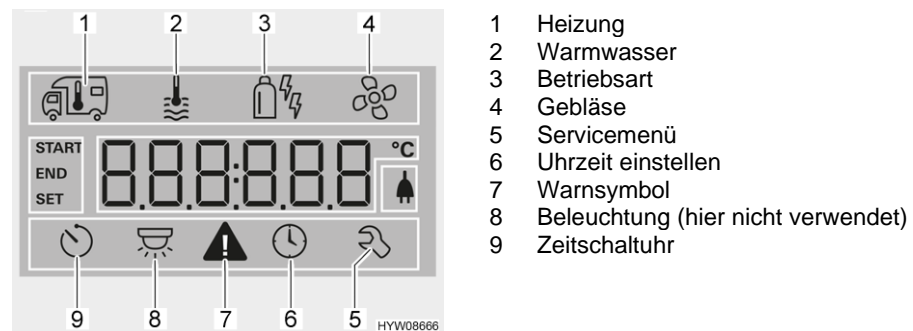

Bild 119 Display (Bedienteil)
- Dreh-/Drückknopf (Bild 118,6) drehen, bis Menüsymbol Heizung (Bild 119,1) blinkt.
- Dreh-/Drückknopf (Bild 118,6) drehen, bis Menüsymbol Warmwasser (Bild 119,2) blinkt.
- Dreh-/Drückknopf (Bild 118,6) drehen, bis Menüsymbol Betriebsart (Bild 119,3) blinkt.
- Dreh-/Drückknopf (Bild 118,6) drehen, bis Menüsymbol Gebläse (Bild 119,4) blinkt.
- Dreh-/Drückknopf (Bild 118,6) drehen, bis Menüsymbol Zeitschaltuhr (Bild 119,9) blinkt.
- Dreh-/Drückknopf drücken. Die Zeitschaltuhr ist aktiviert. Das Symbol Zeitschaltuhr (Bild 119,9) blinkt, wenn die Zeitschaltuhr programmiert und aktiv ist.
Bei einer Warnung blinkt das Warnsymbol (Bild 119,7). Die Heizung läuft weiter. Wenn es sich nur um eine zeitweilige Störung handelt, erlischt das Warnsymbol selbstständig.